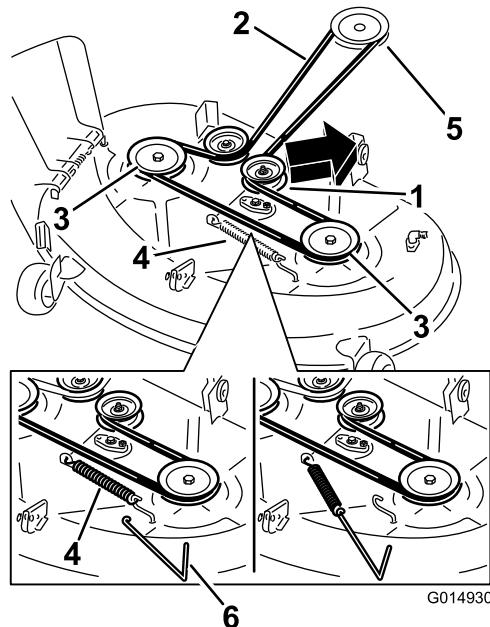

Figura 60
5. Usando una herramienta para la retirada de muelles (Pieza Toro N° 92-5771), retire el muelle tensor del gancho de la carcasa para eliminar la tensión de la polea tensora, y retire la correa de las poleas (Figura 60).
6. Pase la correa nueva alrededor de las poleas del motor y del cortacésped (Figura 60).
7. Usando una herramienta para la retirada de muelles, instale el muelle tensor sobre el gancho de la carcasa y tense la polea tensora y la correa del cortacésped (Figura 60).